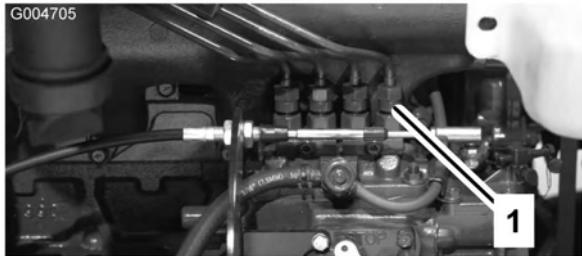

Figura 53
- Desaperte a tubagem ligada ao bico do injector número 1 e à estrutura de suporte da bomba de injecção (Figura 53).